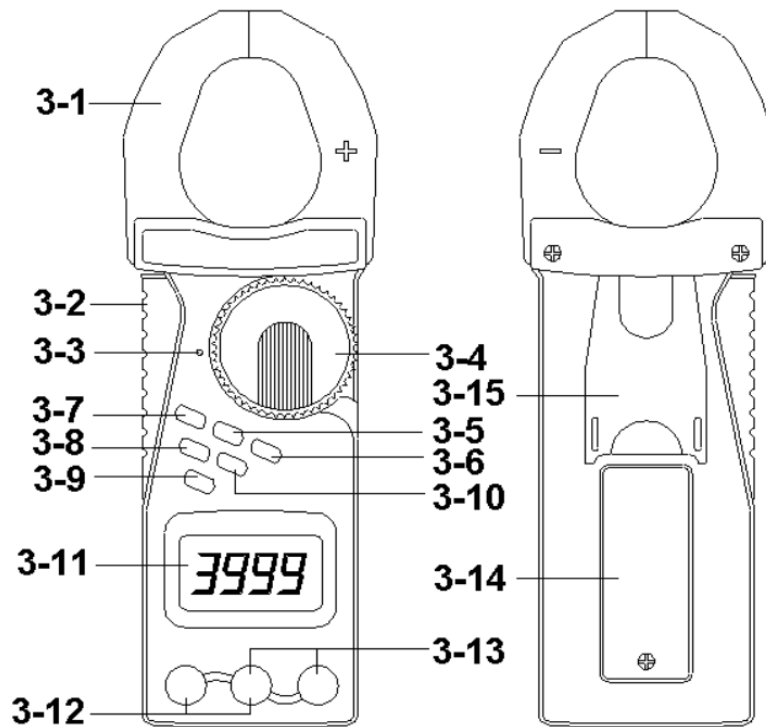

Fig. 1
3. Si mide "DCV", seleccione el interruptor giratorio "Function" (3-4, Fig. 1) en la posición "V" y pulse el botón "FUNC" (3-9, Fig. 1) para que la pantalla muestre "".
4. Si mide "ACV", ponga el interruptor giratorio de función (3-4, Fig. 1) en la posición "V" y pulse el botón "FUNC" (3-9, Fig. 1) para que la pantalla muestre "".
6. En el modo de "rango automático", pulse el botón "Rango" (3-10 Fig. 1) mantendrá el rango.
3. Coloque el interruptor giratorio de función (3-4, Fig. 1) en la posición " Ω " y pulse el botón "FUNC" (3-9, Fig. 1) para que la pantalla muestre " Ω ".
5. En el modo de "rango automático", pulse el botón "Rango" (3-10 Fig. 1) mantendrá el rango.
3. Coloque el interruptor giratorio de función (3-4, Fig. 1) en la posición "  " y pulse el botón "FUNC" (3-9, Fig. 1) para que la pantalla muestre "  ".
3. Coloque el conmutador rotativo de funciones (3-4, Fig. 1) en la posición "  " y pulse el botón "FUNC." (3-9, Fig. 1) para que la pantalla muestre "  ".
1. Ponga el interruptor giratorio "Function" (3-4, Fig. 1) en la posición "2000A" y pulse el botón "FUNC" (3-9, Fig. 1) para que aparezca en pantalla " \sim ".
2. Pulsar el " Gatillo " (3-2, fig. 1) para abrir las " Mordazas del sensor de corriente " (3-1, fig. 1) y sujetar sólo el conductor de medida.
- a. Se recomienda utilizar el modo " rango automático " normalmente. Sin embargo, si pulsa el "botón de rango" (3-10, Fig. 1) mantendrá el rango.
1. Ponga el "interruptor giratorio de función" (3-4, Fig. 1) en la posición "2000A" y pulse el "botón FUNC" (3-9, Fig. 1) para que la pantalla muestre "  ".
2. Pulse el botón " DCA zero " (3-5, Fig. 1) durante al menos 2 segundos para que la pantalla muestre el valor " ZERO ".
3. Pulse el " Gatillo " (3-2, fig. 1) para abrir las " Mordazas del sensor de corriente " y sujetar sólo el conductor de medida.
3. Si se mide " uA " (400 uA, 4000 uA), seleccione la opción " Interruptor giratorio de función " (3-4, Fig. 1) a la posición " uA " luego pulse el botón " FUNC. " (3-9, Fig. 1) para que la pantalla muestre "  ".
4. Si mide " mA " (40 mA, 400 mA), seleccione el botón " interruptor giratorio de función " (3-4, Fig. 1) a la posición " mA " y pulse el botón " FUNC. " (3-9, Fig. 1) para que la pantalla muestre "  ".
Todos los procedimientos de medición son los mismos que en el punto 5-8, excepto que hay que pulsar el botón "FUNC" (3-9, Fig. 1) para que la pantalla muestre "  ".